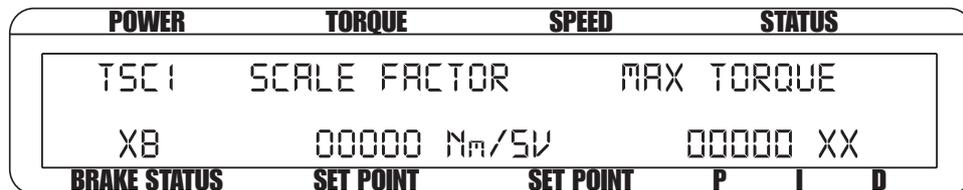

Bild 3–21 TSC1 Setupmenü für Wirbelstrom-/Magnetpulverbremse
- 6.a. Bei Einsatz einer Wirbelstrombremse drücke man zweimal auf die SHIFT-Taste. Die Anzeige entspricht dem Bild 3–19. Zuerst auf die AUX SETUP-Taste, dann auf UP ◀ und DOWN ▶ drücken. Danach kann die gewünschte Nenn Drehzahl mit dem Parametereinstellknopf eingestellt werden. Viermal auf die SHIFT-Taste drücken, um wieder zum Hauptmenü zurückkehren.